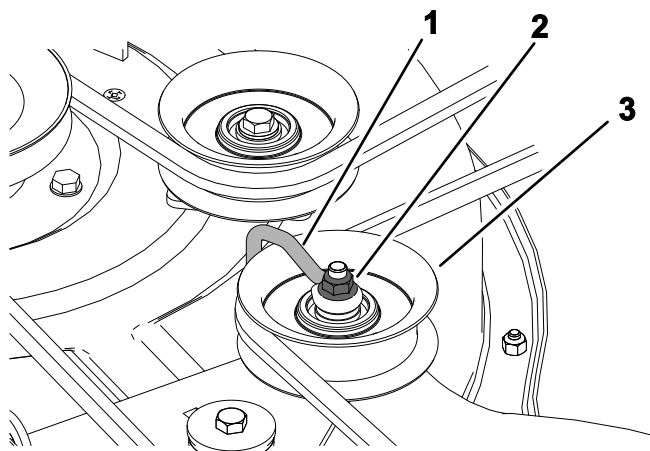

Figure 52
5. Sur les plateaux emboutis, desserrez les écrous qui fixent le fil métallique à la poulie de tension (Figure 52).
9. Sur les plateaux emboutis, serrez les écrous qui fixent le fil métallique à la poulie de tension (Figure 52).
Remarque: Positionnez le fil métallique contre le bras de la poulie de tension comme montré à la Figure 52.